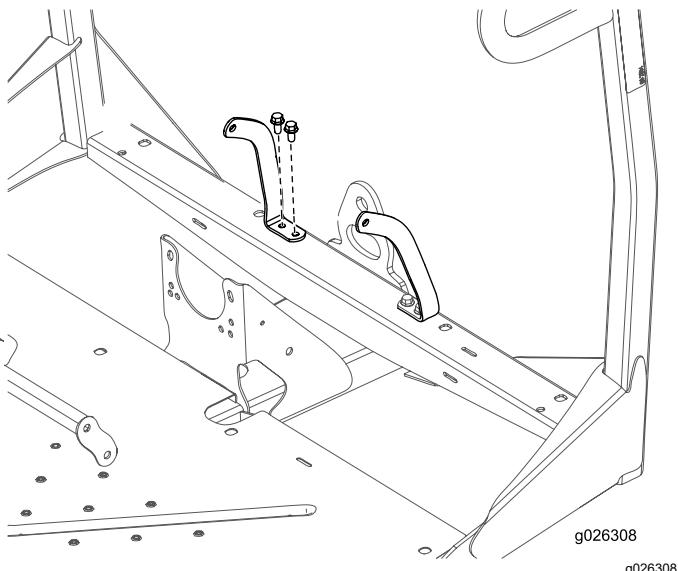

Figure 11
- Fixez l'ancrage des ceintures de sécurité droite et gauche au cadre avant avec 4 boulons ($\frac{3}{8}$ " x $\frac{3}{4}$ ") et 4 écrous ($\frac{3}{8}$ "), comme montré à la Figure 11.